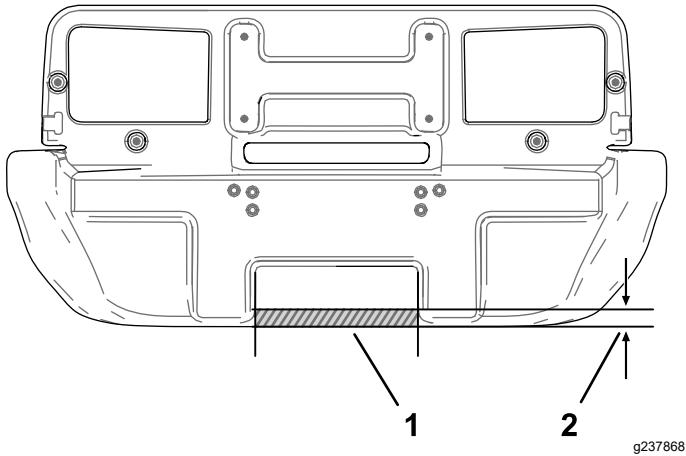

Figura 60
- En la parte trasera del parachoques, trace una línea a 2,5 cm del borde inferior del parachoques, en la zona central hundida, como se muestra en la Figura 60.